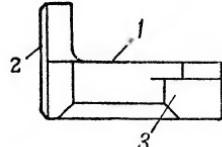

Рис. 9. Защелка шомполя:
**10. Защелка шомполя** (рис. 9) служит для крепления шомполя на винтовке. Защелка состоит из стержня и пружины. Стержень имеет головку с насечкой и выступ, которым защелка удерживает шомпол в отверстии выступа надульника.